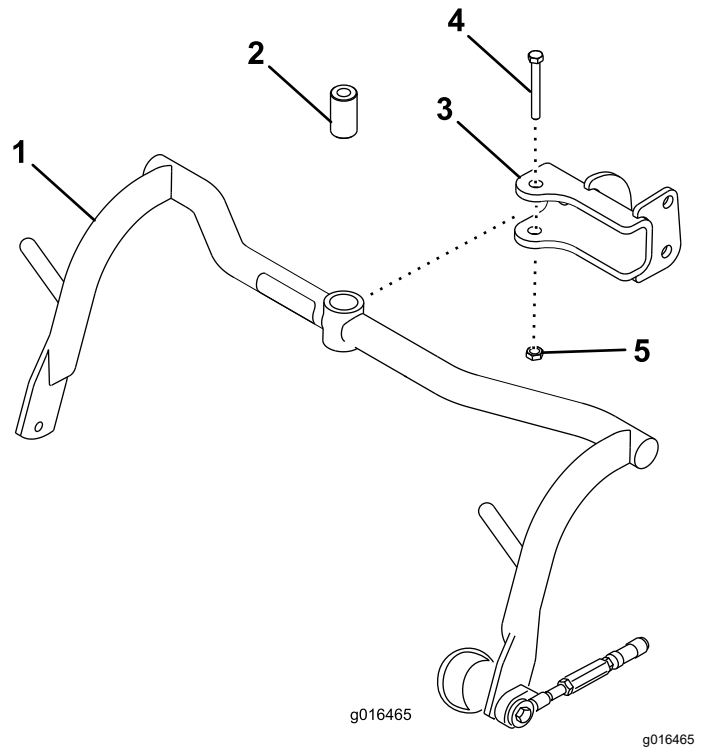

図 6
- 各クレビスにキャリアフレームを取りつけるスペーサ、ボルト 1/2" x 3/4"、ロックナット 1/2"を使用する 図 6。91-113 N·m/9.3-11.3 kg·m = 67-83 ft·lb にトルク締めする。